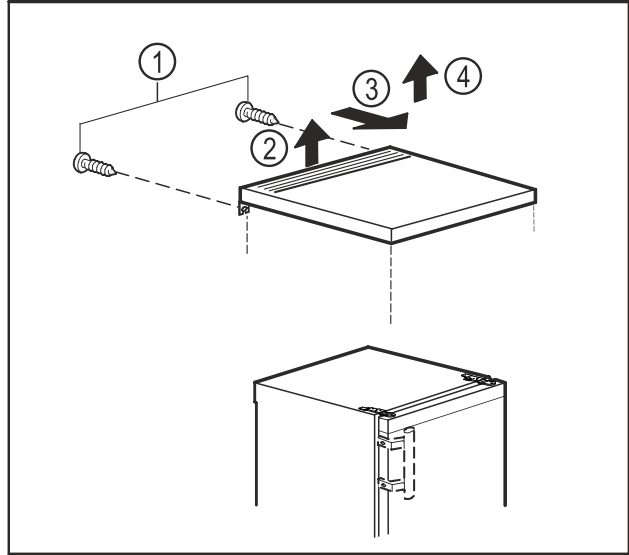

Fig. 9
- ▶ Eemaldage tagaküljel kruvid. Fig. 9 (1)
- ▶ Tõstke lauaplaat tagant üles. Fig. 9 (2)
- ▶ Lükake lauaplaati ettepoole. Fig. 9 (3)
- ▶ Võtke lauaplaat ülespoole maha. Fig. 9 (4)